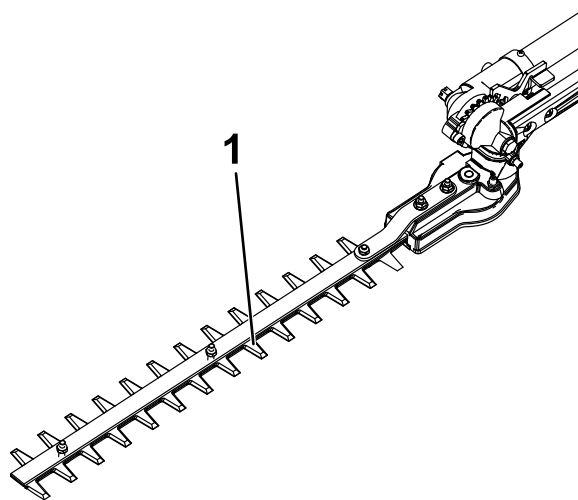

Figura 12
3. Aplique aceite ligero para máquinas (por ejemplo, Nº 10) a lo largo del borde de las cuchillas superiores (Figura 12).